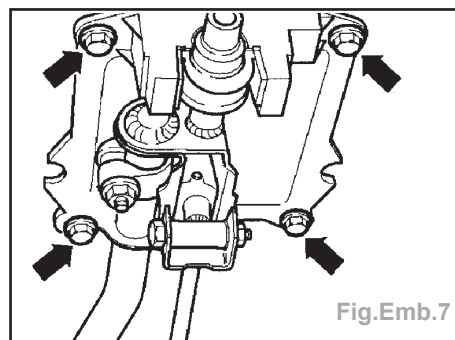

Fig.Emb.7
- Dévisser les vis (flèches) qui fixent le boîtier de commande des vitesses (Fig.Emb.7).